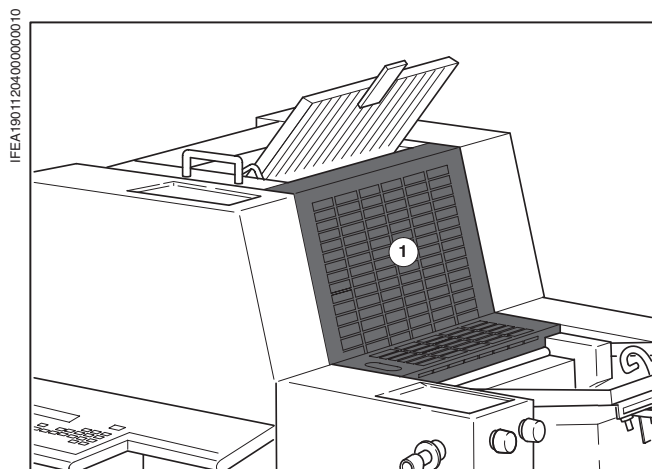

Рис. 14 Защитное ограждение перед офсетным цилиндром
- ❶ Откройте защитное ограждение перед офсетным цилиндром (Рис. 14/❶).